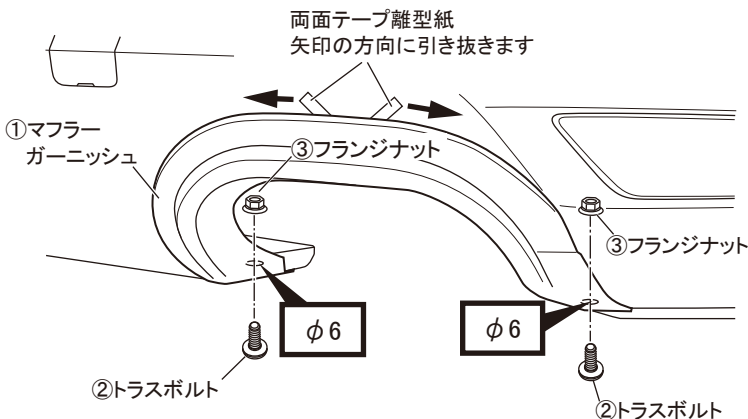

図12 コードクリップ貼り付け
17. 両面テープの接着面を十分に圧着してから下面4箇所の②トラスボルトと③フランジナットを本締めします。
19. 図12を参照し、⑦コードクリップ裏側の両面テープ離型紙を剥がし、左側の①マフラーガーニッシュ裏側に貼り付け、グレー配線を配線します。